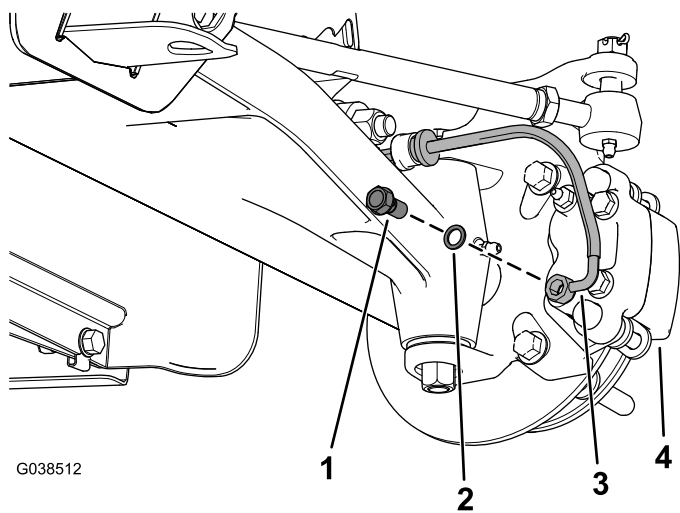

図 3
3. ブレーキキャリパアセンブリからバンジョーボルトとワッシャを外し、ブレーキキャリパアセンブリについている前ブレーキラインを外す 図 3。
13. ブレーキキャリパアセンブリに前ブレーキラインを取り付けるバンジョーボルト1本とバンジョーワッシャ2枚を使用する 図 3。